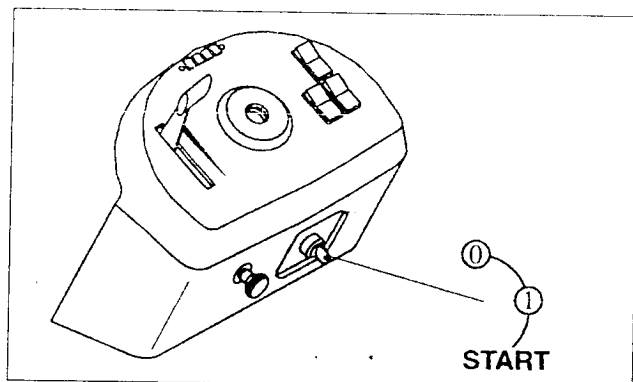

Fig. 6
- de versnellingshendel (Fig. 6) voorwaarts duwen (voor motoren met CHOKE, op "start" zetten. De gashendel blijft in de positie "min").
- De sleutel in het contact steken (Fig. 6) en in stand "1" draaien, om het stroomcircuit aan te leggen, vervolgens in "start" zetten, om de motor aan te drijven. Na het starten van de motor, de sleutel lossen. Voor motoren met CHOKE, de CHOKE indrukken.